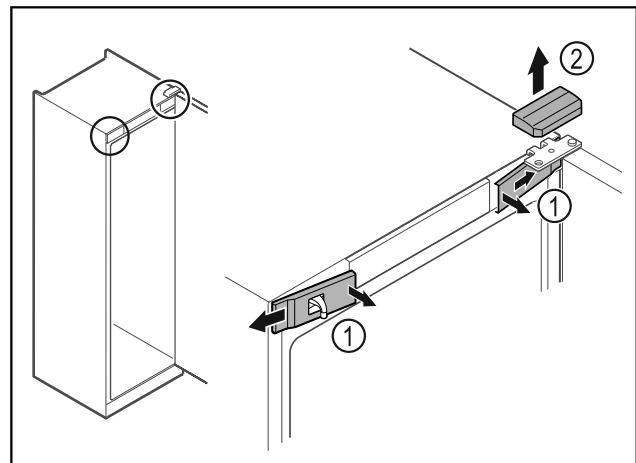

Fig. 16
- Vordere Abdeckungen Fig. 16 (1) innen ausrasten und zur Seite abnehmen.
- Obere Abdeckung Fig. 16 (2) nach oben abnehmen.